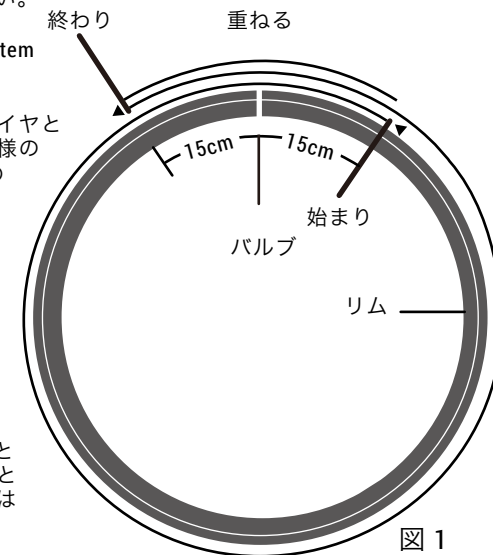

図 1
- チューブレステープを取り付けるときは、テープがリムベットの中心に張られ、リムの全幅を十分にカバーしていることを確認してください。また、テープがバルブ穴の両側で 15cm 重なるようにします (図 1)。